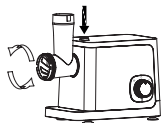

Рис. 2
- Для снятия головки мясорубки (7), нажмите на кнопку фиксатора (3) и поверните головку мясорубки (7) по часовой стрелке (рис. 2).